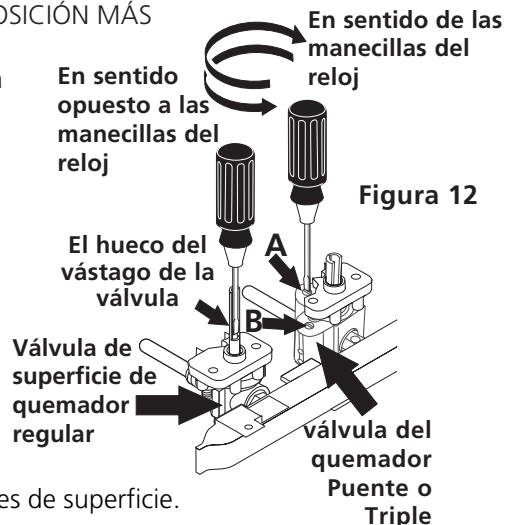

Figura 12
4. Ajuste bajo ("LO") ara la válvula de los quemadores de superficie (Figura 12)
5. Ajuste bajo "LOW" para la válvula de quemador de superficie puente o triple (Figura 12) (algunos modelos) Nota: En la válvula de quemador triple el ajuste «LOW» de cada porción se debe ajustar individualmente.